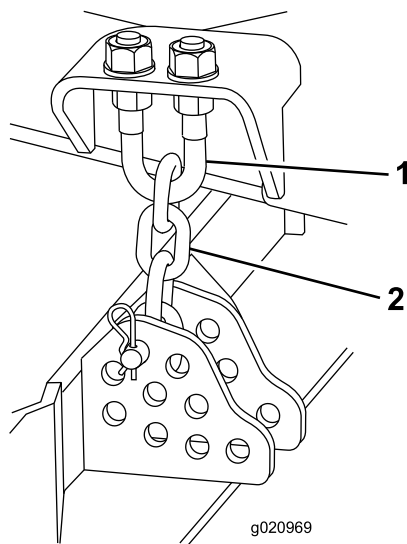

Figure 108
4. Enlevez la goupille fendue et l'axe de chape qui fixent les chaînes de hauteur de coupe à l'arrière du plateau (Figure 108).